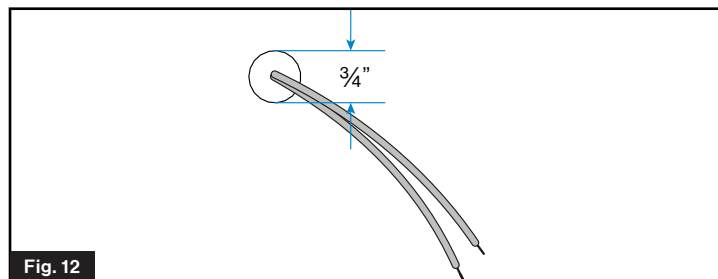

Fig. 12
3. Si nécessaire, passez deux fils électriques qui prolongent les connexions de la commande murale (fils bleus) aux connexions de l'appareil (fils bleus) en utilisant le calibre de fil approprié. (Fig. 12)